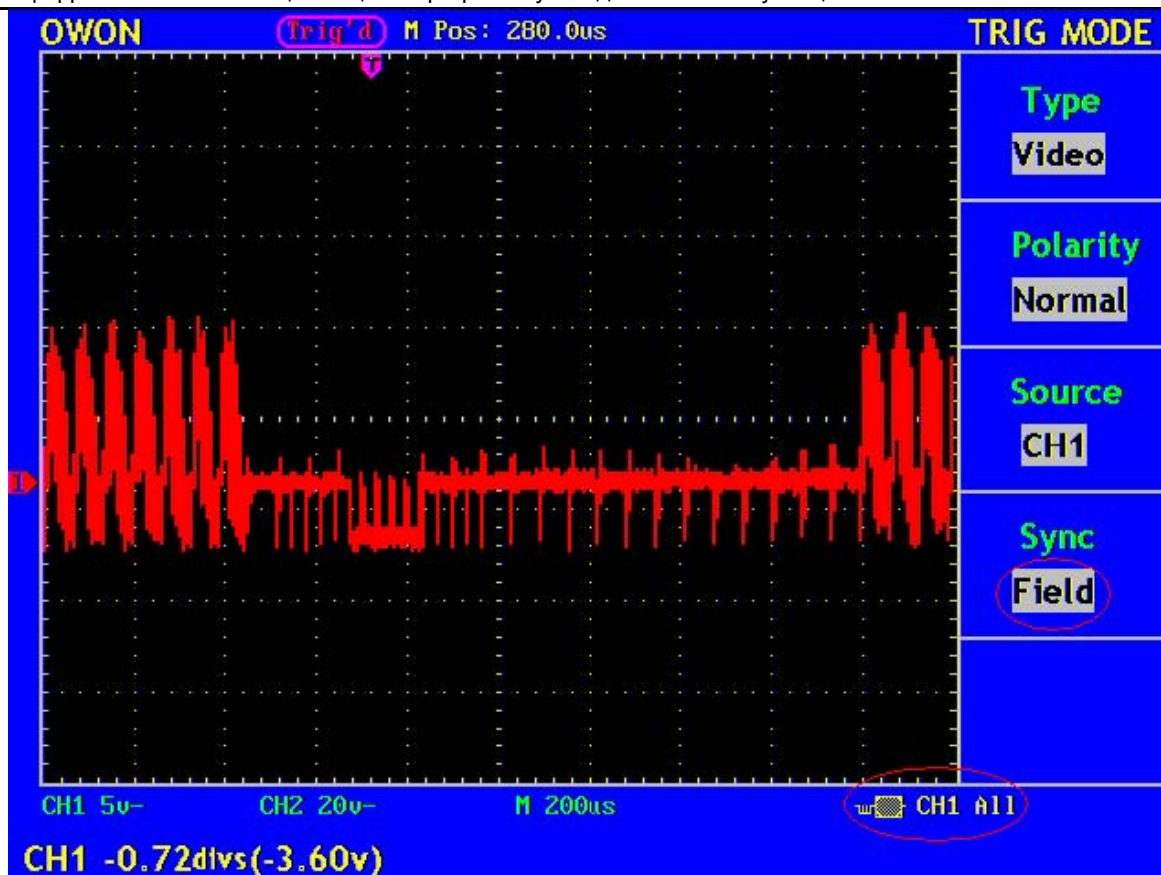

Рисунок 31. Осциллограмма, полученная при запуске по кадровому синхроимпульсу
5. Нажмите на кнопку **F4** и выберите запуск по кадровому синхроимпульсу “Field”. Вид экрана при этом показан на рис. 31.